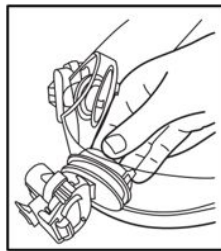
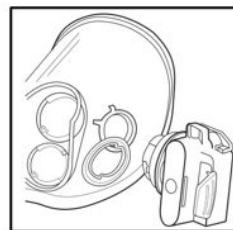

Fig.18
Fig.19
2. Remova o anel de fixação girando um quarto de volta no sentido anti-horário (Fig. 18).
3. Remova o cartucho/adaptador do filtro do conjunto da lente (Fig. 19).
5. Remova o adaptador do cartucho/filtro girando os anéis de retenção 1/4 de volta no sentido anti-horário (Fig. 18) e removendo o adaptador do cartucho/filtro do conjunto da lente (Fig. 19).